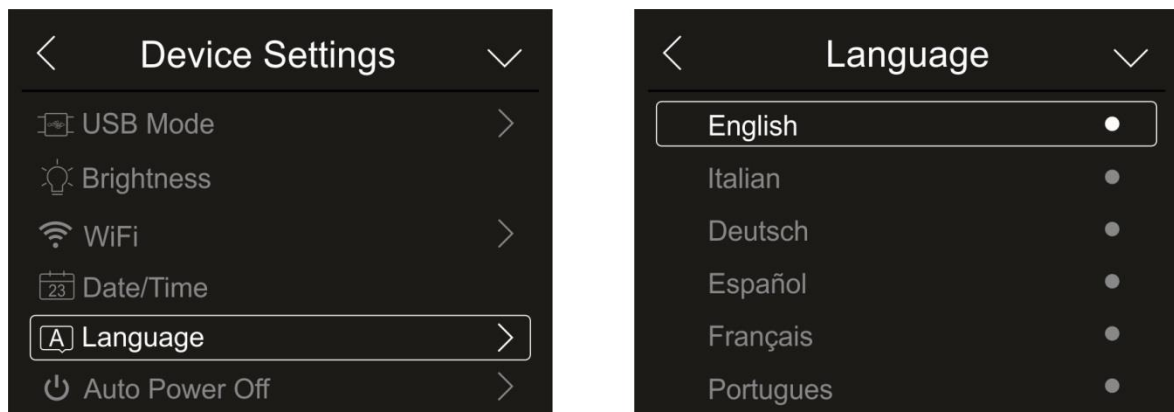

Fig. 17: Configuración del idioma de sistema
1. Toque el texto “Language” para realizar la configuración del idioma de sistema. Se muestra la pantalla de la Fig. 17 – parte derecha: